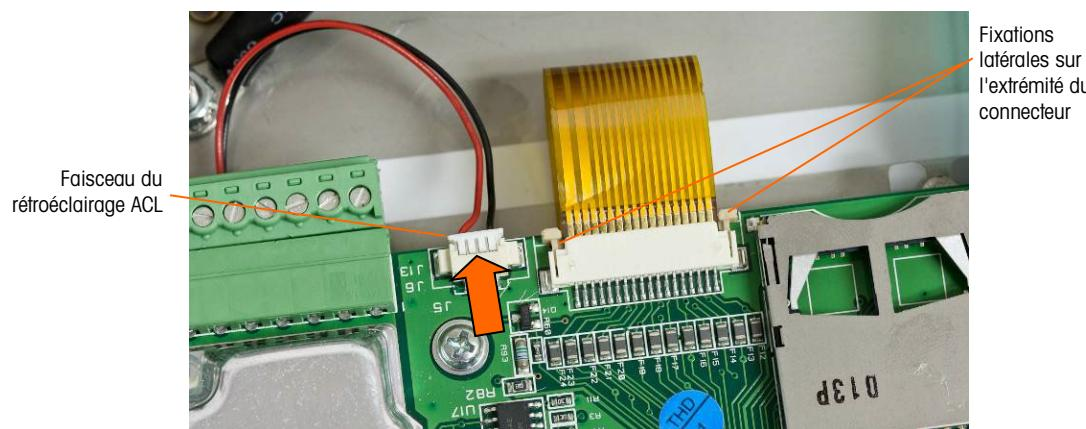

Figure 5-13 : Démontage du faisceau de l'affichage
- Pour démonter le faisceau de la carte d'affichage, faites glisser avec précaution les deux extrémités en plastique des connecteurs sur la carte principale en les éloignant de son centre (libération de la tension sur le faisceau) et tirez sur le faisceau à partir du connecteur. Ceci est présenté sur la Figure 5-13.
- Démontez le faisceau du rétroéclairage ACL (aussi présenté sur la Figure 5-13) en le tirant avec précaution hors de la carte par les extrémités gauche et droite du connecteur. Ne tirez pas sur les conducteurs au risque d'endommager le faisceau.